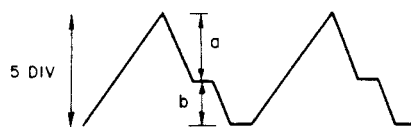

Fig. 11-3 Réglage de l'onde en dent de scie
3. Lorsque la forme d'onde indiquée à la Fig. 11-3 apparaît sur l'oscilloscope, régler le gain de l'oscilloscope de façon à ce que le sommet de l'onde en dent de scie se situe sur la division 5. Ajuster ensuite VR1 (33-1/3 tr/min) pour  $a:b = 2,7:2,3$ , comme indiqué à la Fig. 11-3. (Faire attention car les parasites s'introduisent facilement.)